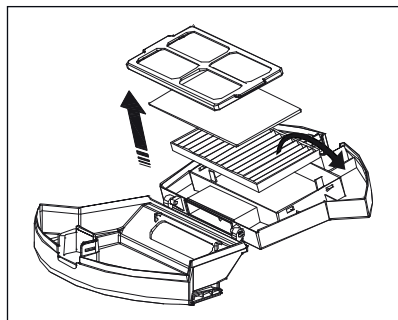

Fig. 10
- 4) Agarre las dos pestañas del filtro y levántelo para retirarlo del compartimento del filtro EPA **7**. Tire del filtro EPA **7** y del filtro de gomaespuma por la pestaña para retirarlos del compartimento (consulte la fig. 10).